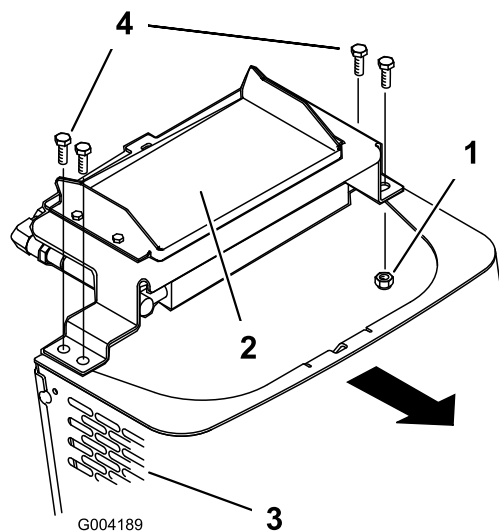

Figure 33
6. Enlevez les boulons à épaulement et les écrous qui fixent le refroidisseur d'huile en haut du panneau avant (Figure 33).